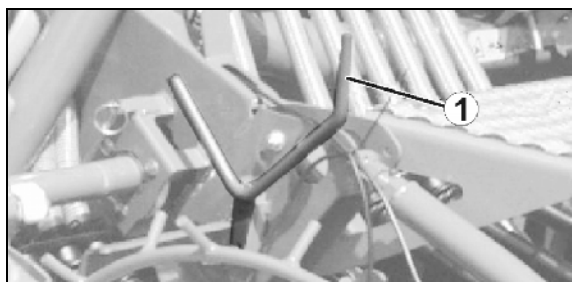

Рис. 118
2. Вставьте рукоятку для установки нормы высева (Рис. 118/1) в транспортировочное крепление.